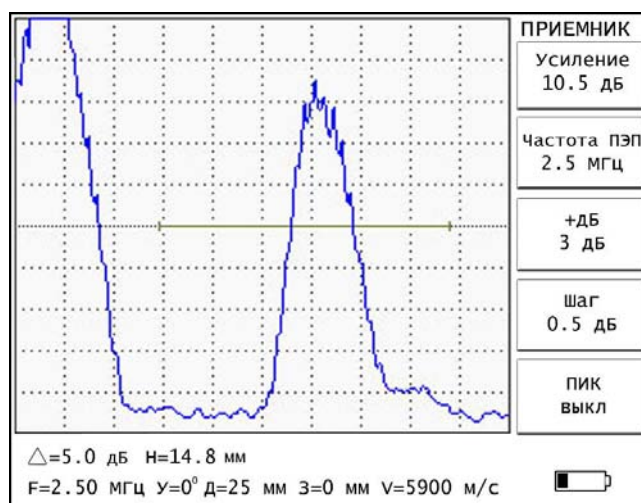

Рис. 5.5.
5.5.1. Меню «ПРИЕМНИК» содержит следующие параметры (рис. 5.5).